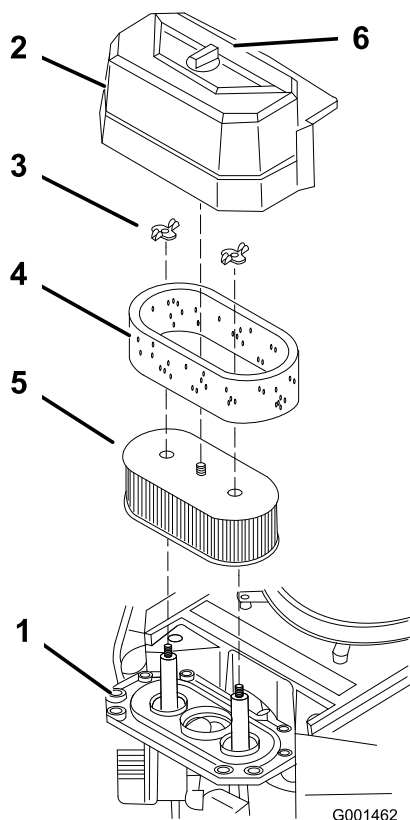

Bild 32
3. Reinigen Sie den Bereich um den Luftfilter herum, um zu verhindern, dass Schmutz in den Motor fällt und Schäden verursacht (Bild 32).
4. Schrauben Sie das Handrad los und entfernen Sie die Luftfilterabdeckung (Bild 32).
5. Nehmen Sie die zwei Flügelmuttern und dann den Luftfilter ab (Bild 32).
6. Ziehen Sie den Schaumeinsatz vorsichtig vom Papiereinsatz (Bild 32).
Reinigen Sie nicht den Papierfilter. Tauschen Sie ihn nach jeweils 200 Betriebsstunden aus (Bild 32). Untersuchen Sie den Einsatz auf Risse, einen öligen Film und Schäden an der Gummidichtung und wechseln Sie ihn ggf. aus.
1. Schieben Sie den Schaumeinsatz vorsichtig auf den Papierluftfiltereinsatz (Bild 32).
2. Schieben Sie den Luftfilter auf das Luftfilterunterteil und befestigen Sie ihn mit den 2 Flügelmutter (Bild 32).
3. Setzen Sie die Abdeckung des Luftfilters auf und ziehen Sie das Abdeckhandrad fest (Bild 32).